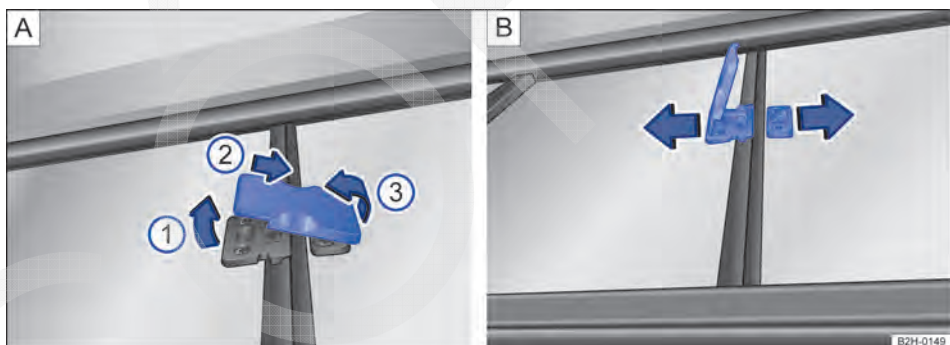

Fig. 35 No painel divisrio da capota rguida do compartimento de carga: travamento do vidro correduo.
- Puxar ligeiramente o travamento ⇒ Fig. 35 A para cima, no sentido da seta ①.
- Empurrar o travamento na direo da seta ② at o batente. ▶
- Rebater para fora o travamento na direção da seta ③.
- Abrir o vidro correção ⇒ Fig. 35 B no sentido da seta.
- Fechar o vidro correção ⇒ Fig. 35 B no sentido contrário à seta.
- Rebater para baixo o travamento ⇒ Fig. 35 A no sentido contrário à seta ③.
- Empurrar o travamento no sentido contrário à seta ② até o batente.
- Rebater de volta o travamento no sentido contrário à seta ①.